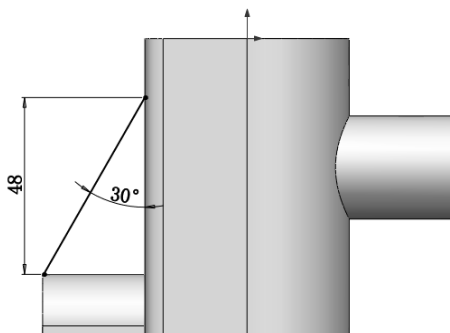

图 12-69 绘制草图 4
**08** 绘制草图。在左侧的“FeatureManager 设计树”中用鼠标选择“上视基准面”作为绘制图形的基准面。单击“草图”控制面板中的“直线”按钮, 绘制草图轮廓, 标注并修改尺寸, 结果如图 12-69 所示。